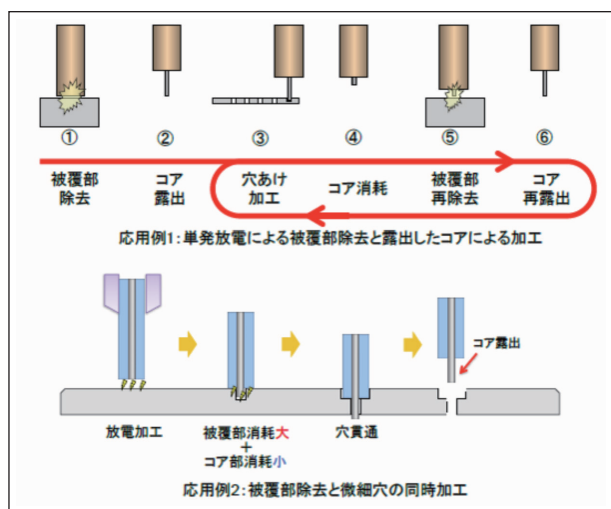

図1: ピーリング工具の応用例
図1の応用例1に示すように、工具として使う際には、①単発放電により電極先端の被覆部を瞬時に除去(ピール)して②軸中心のコアを露出させ、③露出したコア部で微細加工を行うことができるので、ピーリング工具と名付けている。従来であれば、④加工により工具が消耗すると、工具交換が必要であるが、このピーリング工具は、⑤被覆部を再除去し、⑥コアを再露出させることが可能で、加工機から工具を取り外さずに加工を継続できる。また、近年の研究では、応用例2に示すように、単発放電による被覆部除去をせずに、そのまま工具を加工に用いると、被覆部が優先的に除去され、同時に露出したコアによる微細加工も可能であることが分かった。1度の加工で段付加工が可能である。現在は、コア径10 μ m、外径100 μ mの工具を作製し、直径約20 μ mの微細穴加工が可能である。